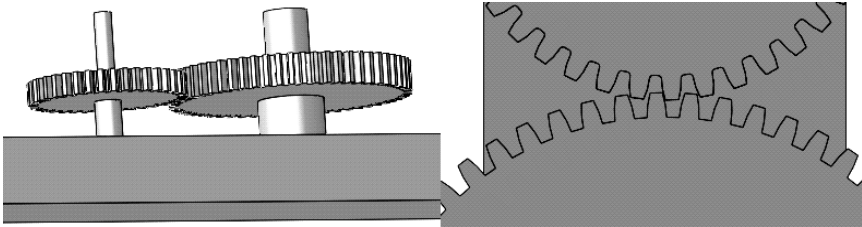

Рисунок 5.6
- торцеву поверхню зубчастого колеса (вигляд ззаду) і торцеву поверхню упорної площини на валу (для кожного колеса) (рис. 5.6).